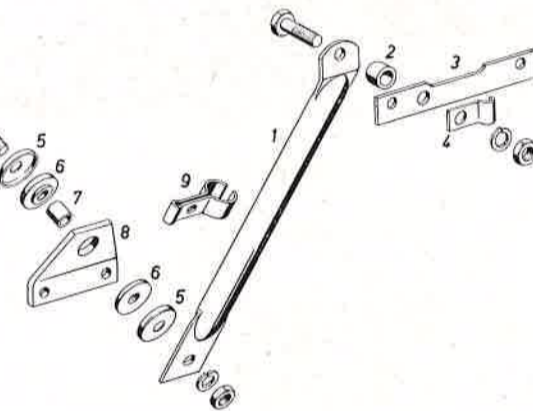

Fig. M 31/5
- 15. Atornillar el tubo de admisión, en caso necesario emplear nuevas juntas. Sujetar el sostén al tubo de admisión, en la altura del 1^{er} carburador, y al cárter del cigüeñal (Fig. M 32/15 y Fig. M 31/08).